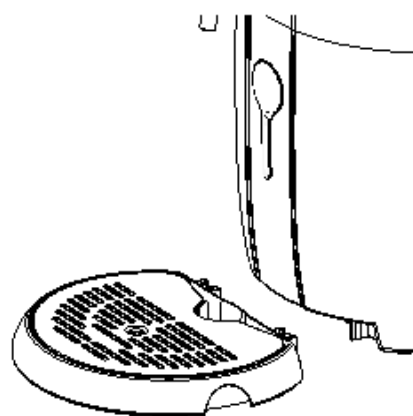

Figura 2
3. Inserte la bandeja de goteo en la ranura correspondiente en la base del dispensador (como se muestra en la Figura 2).